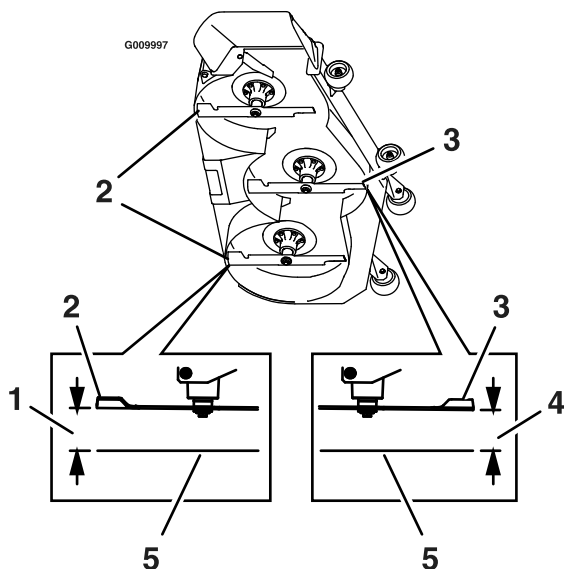

Bild 76
7. Messen Sie den Abstand zwischen dem Boden (ebene Fläche) bis zur vorderen Spitze des mittleren Messers (**Bild 76**).